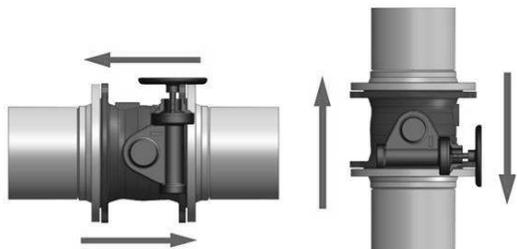

Рис.2 Положение затвора на трубопроводе при монтаже.
3.2.1 Положение затвора на трубопроводе при монтаже на вертикальном и горизонтальном трубопроводе: ось затвора должна располагаться горизонтально (рис. 2).